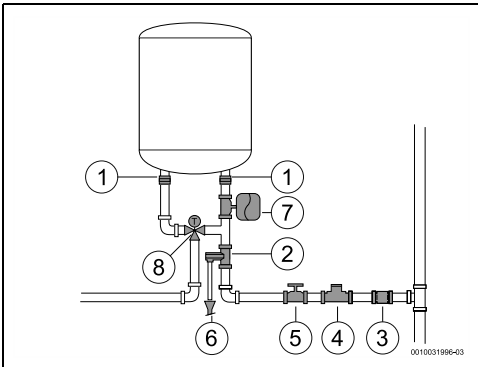

Fig. 10 Ligação de água
- ▶ Instalar um regulador termostático (Fig. 10, [8]) no tubo de saída do aparelho se forem utilizados tubos PEX. Deverá ser ajustado de acordo com o desempenho do material utilizado.
- ▶ instalar uma válvula redutora (Fig. 10, [4]). A válvula de segurança vai atuar sempre que a pressão da água no aparelho for superior a 8 bar ( $\pm 1$  bar), pelo que é necessário prever uma forma de canalizar o escoamento dessa água.
- ▶ instalar um vaso de expansão (Fig. 10, [7]) para evitar que a abertura da válvula de segurança seja tão frequente. O volume do vaso de expansão deve ser o equivalente a 5% do volume do aparelho.